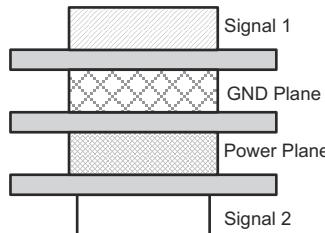

図 10-3. 4 層ボードのスタックアップ
- USB に伴う高周波のため、少なくとも 4 層のプリント基板を推奨します。図 10-3 に示すように、2 つの信号層をグランド層と電源層で分離した構成です。